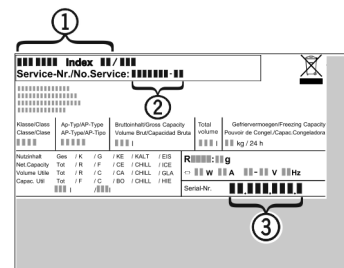

Fig. 7
- ▶ Denominación del aparato *Fig. 7 (1)*, n° del servicio técnico *Fig. 7 (2)* y n° de serie *Fig. 7 (3)* en la placa de identificación. La placa de identificación se encuentra en la parte interior izquierda del aparato.
- ▶ Informe al servicio postventa e indique el fallo, la denominación del aparato *Fig. 7 (1)*, el n° del servicio técnico *Fig. 7 (2)* y el n° de serie *Fig. 7 (3)* .